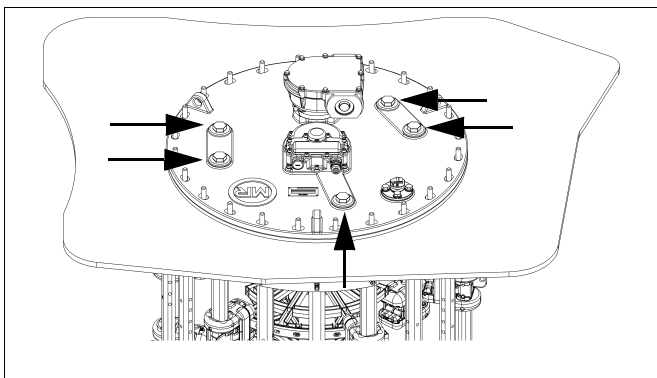

рис. 60
6) Очистите уплотнительные поверхности резьбовых заглушек. Закрутите все 5 резьбовых заглушек, SW 30 мм, $Md = 20$ Нм (рис. 60).